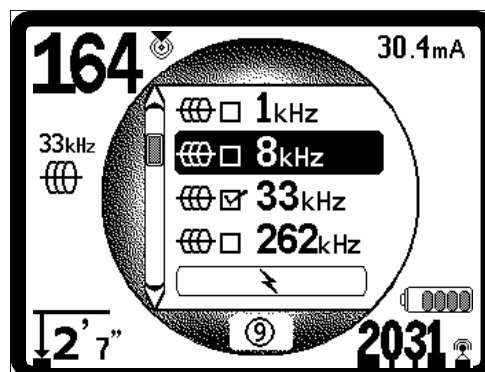

Figura 15: Realçar uma Frequência Desejada (8 kHz)
2. Utilizando as Teclas Para Cima e Para Baixo, realce a frequência desejada (Figura 15). Neste exemplo, o operador está a activar a frequência de 8 kHz.